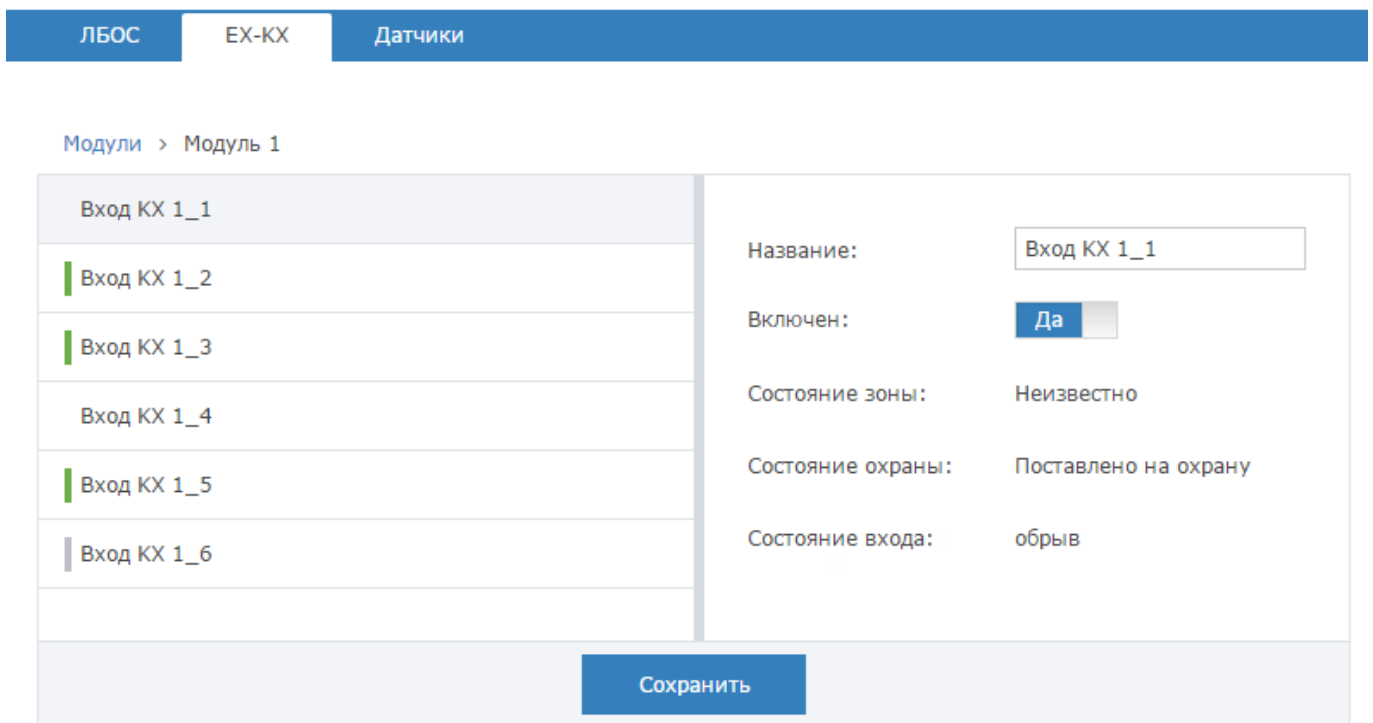

Рисунок 9.44 — Настройка входов шлейфов модуля KX
- Задать имена входов шлейфов модуля КХ и их статус (рисунок 9.44). Нормальное состояние шлейфов модуля (нормально-замкнутое или нормально-разомкнутое) устанавливается переключателями на плате модуля. Статус шлейфа (включён или отключён) определяет, требуется ли контролировать состояние данного входа.